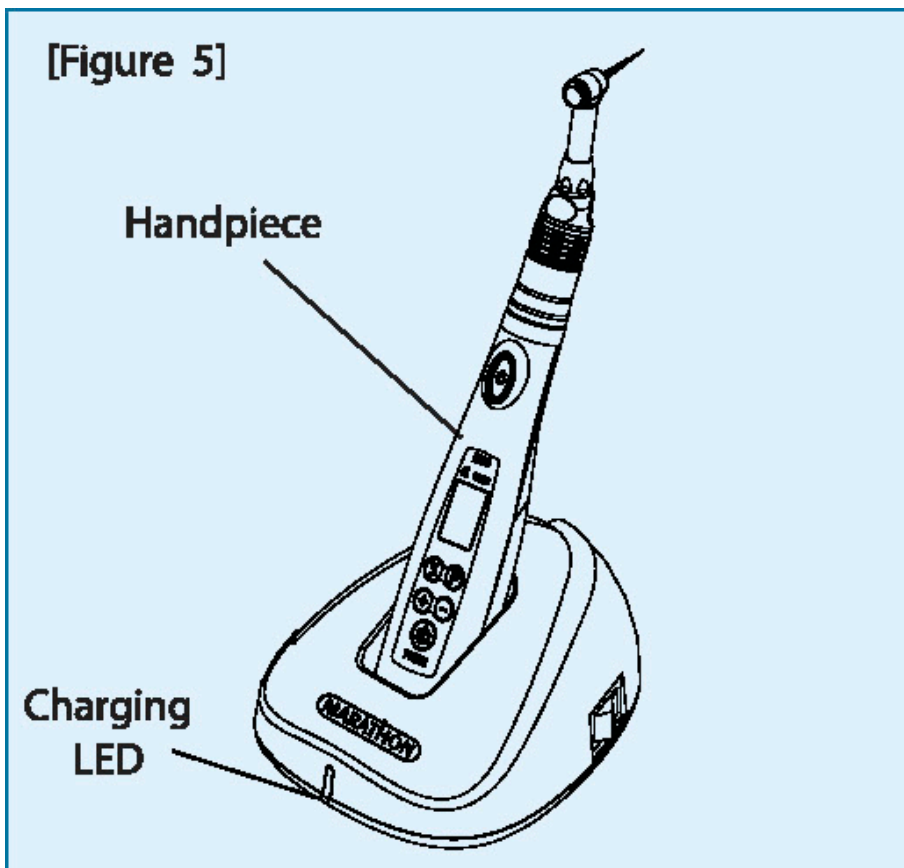

Рисунок 5
3) После включения питания, убедитесь, что в зарядной станции загорится зеленым цветом (см. рисунок 5).